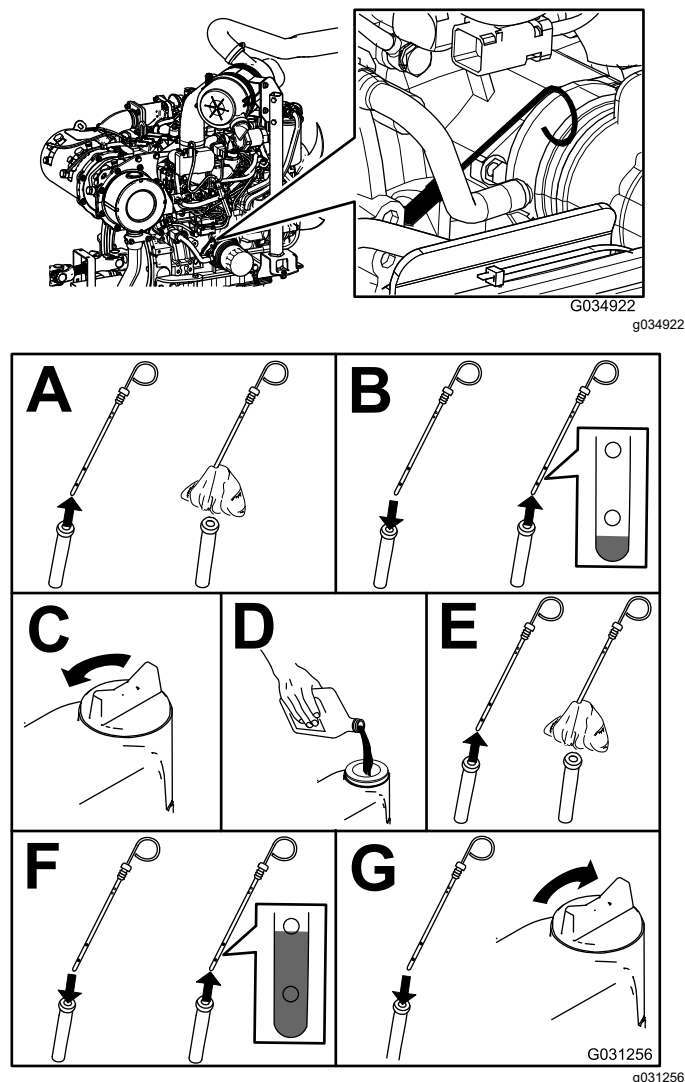

Figura 116
3. Verificați nivelul de ulei de motor (Figura 116).